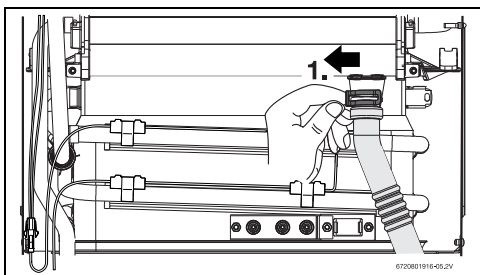

Рис. 61
- снимите зажим и отсоедините сливную трубку, см. Рис. 61 .